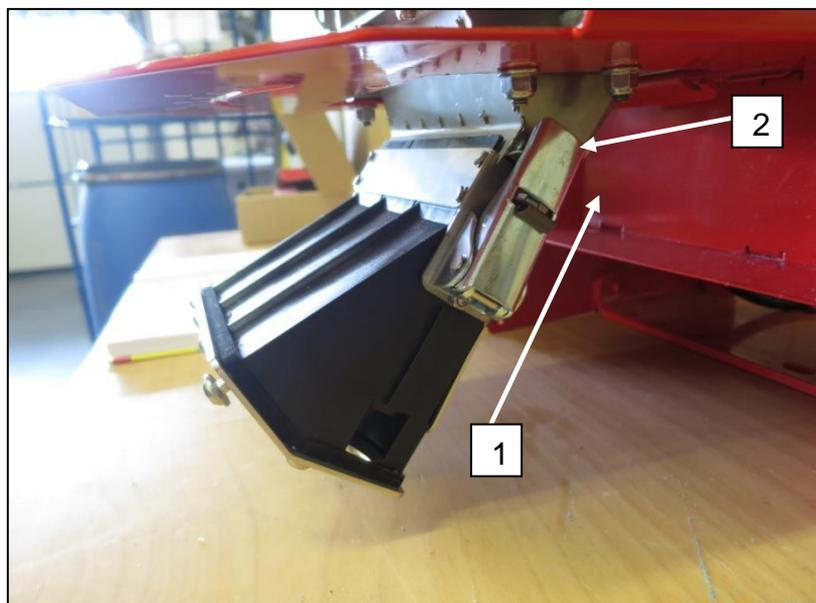

図 : 84
- トランジションピースを下から矢印の方向に 1 エアダクトに取り付けて、それぞれひとつのテンションロックで両側を固定します 2 (図 : 84)。